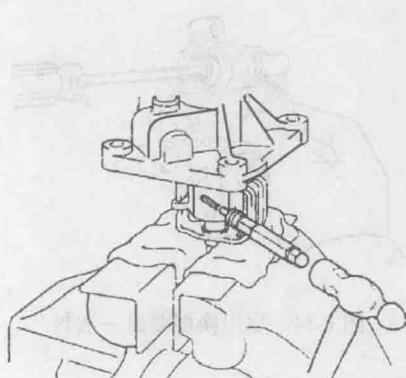

图 1-27 取出弹性圆柱销
27) 如图 1-27 所示，用取消器和手锤从换档摆杆中取出弹性圆柱销。